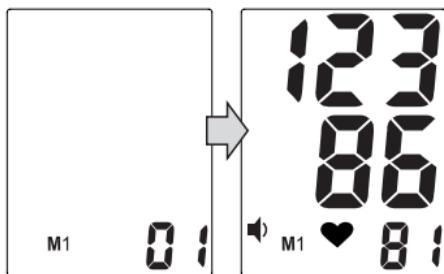

Рис.17
3. Просмотреть содержимое памяти прибора Вы можете, нажав кнопку M1 или M2. При первом нажатии кнопки M1 (или M2) на экране появится среднее значение 3-х последних измерений, сохраненных в память M1 (или M2), обозначенная символом «A» (рис. 16). При повторном нажатии кнопки M1 (или M2) на экране появится индикатор выбранной памяти M1 (или M2) и номер ячейки памяти, а через 1 секунду отображается ее содержимое (рис. 17), продублированное голосовым сопровождением. Каждое нажатие кнопки M1 (или M2) вызывает переход к следующей ячейке памяти.